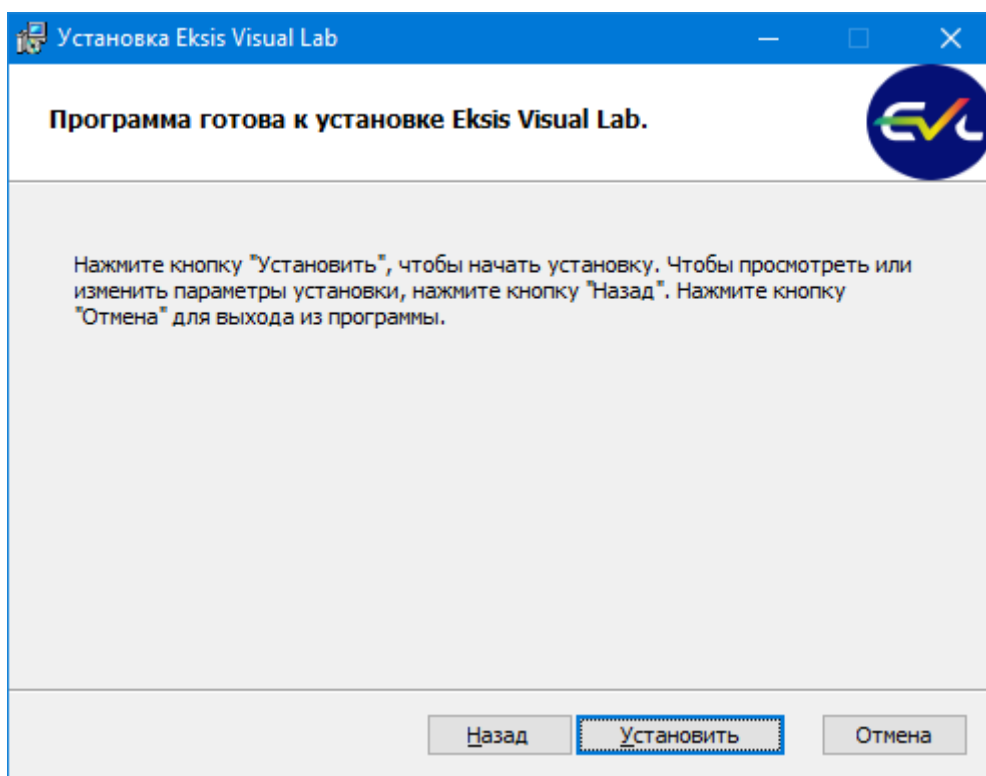

Рис. 2.5. Подтверждение указанных настроек установки программы
4. Подтверждение указанных настроек (рис. 2.5). При необходимости можно вернуться на предыдущие этапы и изменить настройки установки. Нажатие кнопки «Установить» выполняет непосредственную установку программы на компьютер.